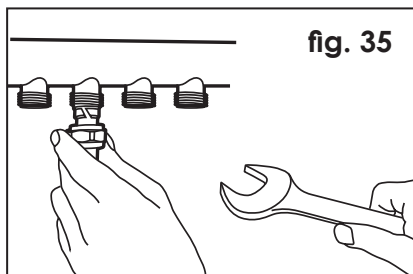
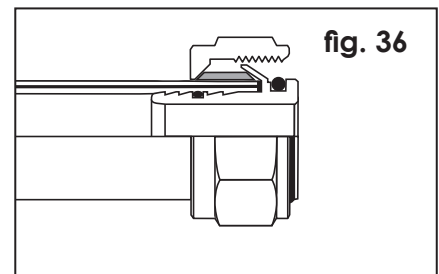
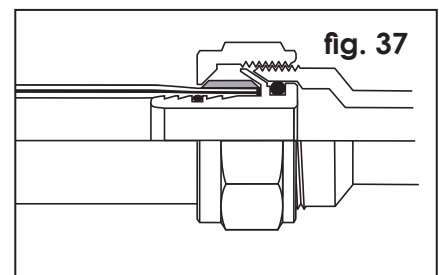

fig. 35
fig. 36
fig. 37
e) Verschraubung in das Gegenstück einstecken und die Überwurfmutter mit einem Drehmoment von 40 Nm anziehen (**fig. 35**). Hierbei darauf achten, dass das Rohr nicht aus der Stützhülse herausgezogen wird (**fig. 36, fig. 37**).